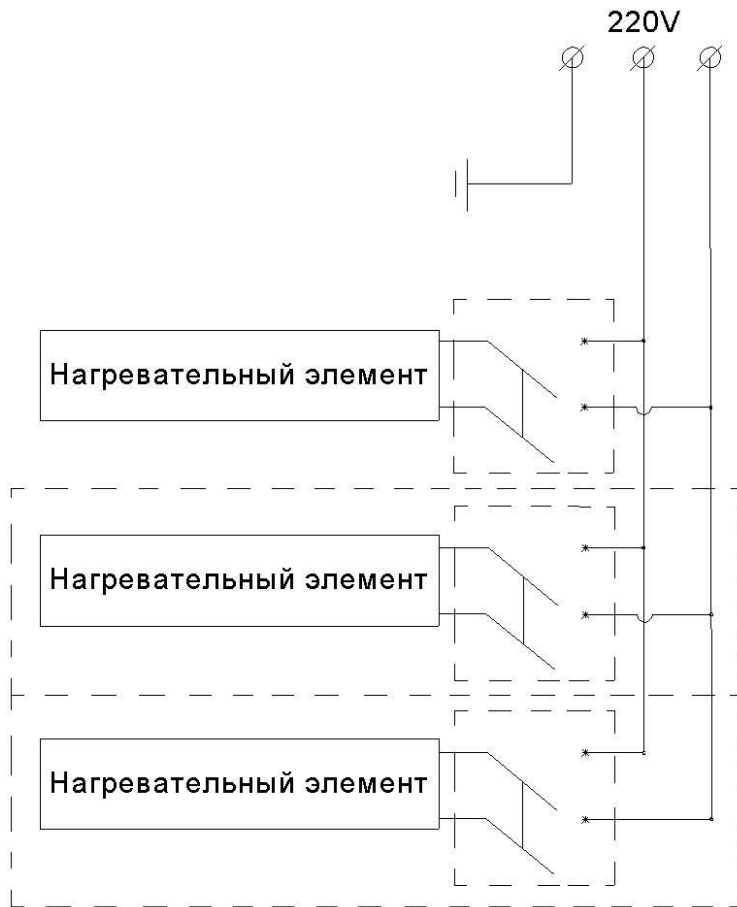

Рис.2
12.1 Схема электрическая полки тепловой показана на рис.2.